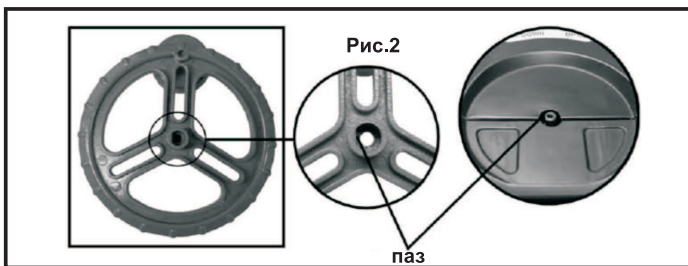

Рис.2
6.4 Достаньте из комплекта колесо регулировки глубины строгания. Извлеките из посадочного отверстия колеса резиновую заглушку. Внутри отверстия имеется грань, на посадочном штоке имеется выемка. Установите колесо на шток таким образом, чтобы грань и выемка совпали (рис. 2).